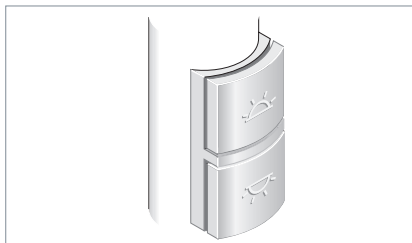

Fig. 14: elemento di comando con apparecchio d'illuminazione a comando separato (standard).
- elemento di comando con apparecchio d'illuminazione a comando separato (standard), vedi Fig. 14
- Premere il tasto superiore, vedi Fig. 14.
- Premere il tasto inferiore, vedi Fig. 14.
- Premere il tasto superiore e tenerlo premuto, vedi Fig. 14.
- Premere il tasto inferiore e tenerlo premuto, vedi Fig. 14.